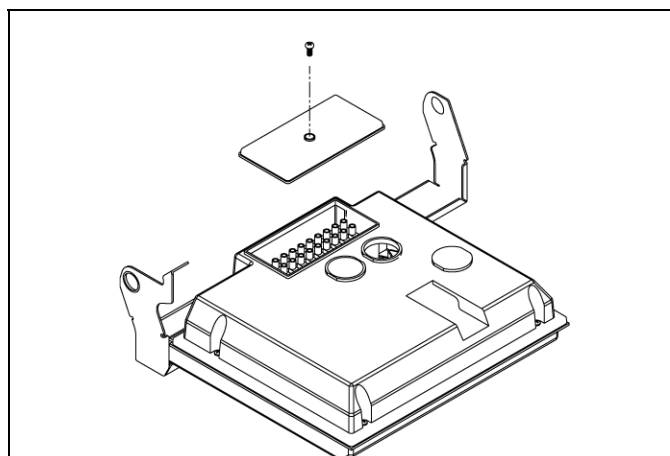

Рис. 3.5
- снимите крышку, закрывающую клеммы для электрических подключений, отвинтив предварительно крепежный винт (рис. 3.5)